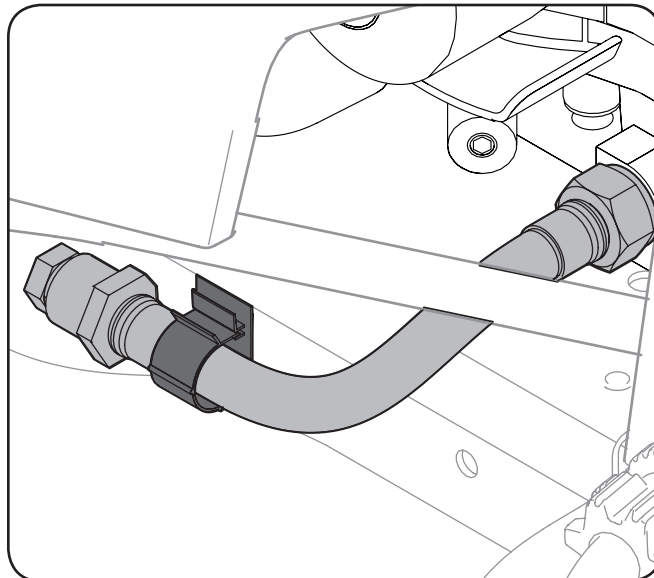

Figura 3-3
2. Antes de instalar el soporte delantero derecho (n.º 6A), se deben extraer del bastidor el enganche y el tubo de drenaje de aceite. Consulte la Figura 3-3. El enganche y el tubo de drenaje de aceite se deben colocar en la ménsula del soporte delantero derecho al momento de la instalación.